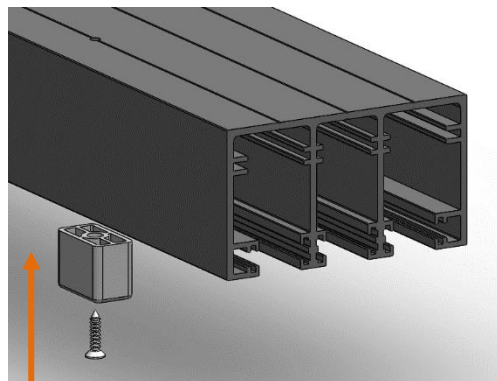

Figura 15
- Realizados los taladros, instalar un Bloqueador de Panel en cada uno de los taladros realizados mediante un tornillo DIN 7982 3,5 x 16 (Figura 15).